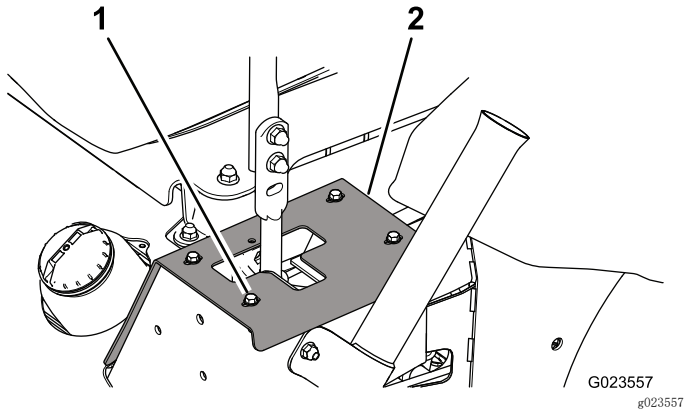

图62
- 要接触到减震器安装螺栓，应拆下将限位板固定到机架上的螺栓（图62）。